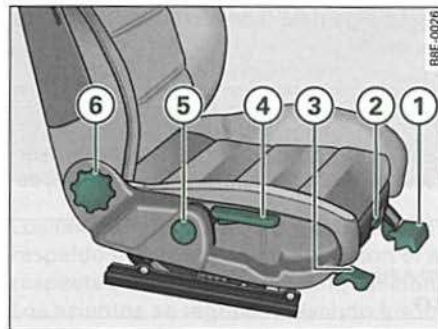

Fig. 88 Mandos en el asiento del acompañante
- Levante la palanca ① ⇒ *página 93*, fig. 88 y desplace el asiento hasta la posición deseada.
- Suelte la palanca ① y siga desplazando el asiento hasta que encaje el bloque.
- Desplace hacia arriba la tecla ② ⇒ *página 93*, fig. 88.
- Tire de la palanca ③ ⇒ *página 93*, fig. 88 hacia arriba y ajuste la posición del asiento cambiando de lugar el peso del cuerpo.
- Tire de la palanca ④ ⇒ *página 93*, fig. 88 hacia arriba varias veces hasta alcanzar la posición deseada.
- Con la mano, gire la rueda ⑥ ⇒ página 93, fig. 88 para ajustar la inclinación del respaldo.